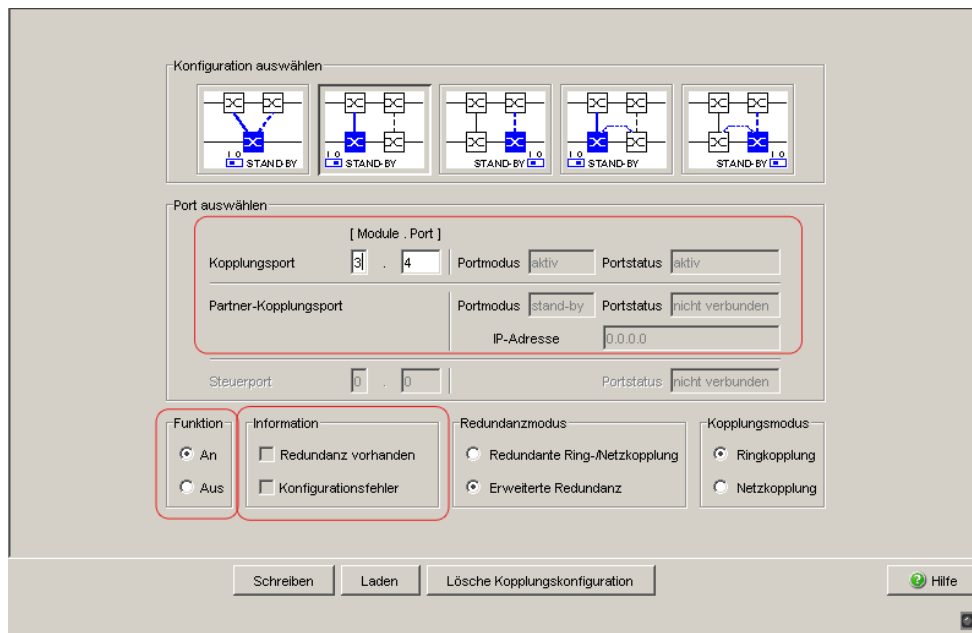

Abb. 31: Zwei-Switch-Kopplung: Port auswählen und Funktion ein-/ausschalten
- Wählen Sie den Kopplungsport aus (siehe Abbildung 31).
- Schalten Sie im Rahmen „Funktion“ die Funktion an (siehe Abbildung 31).